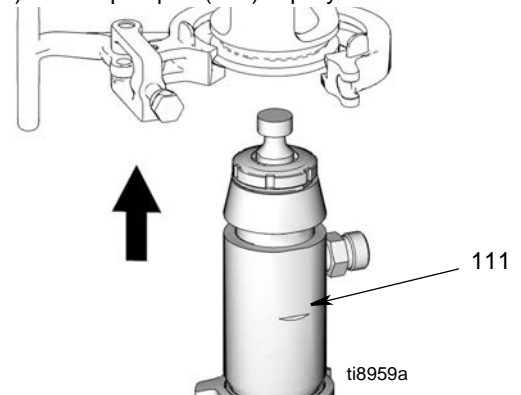

FIG. 21
2. (Fig. 21) Monter pumpen (111) i sprøyten.